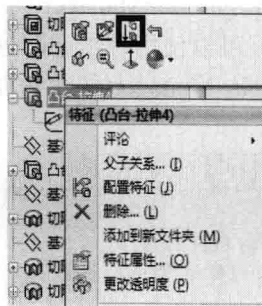

图 1-21 压缩特征
(6) 可以压缩一个特征, 这样该特征将从内存中剔除。右键单击特征名称, 在弹出的快捷菜单中单击【压缩】按钮, 如图 1-21 所示。